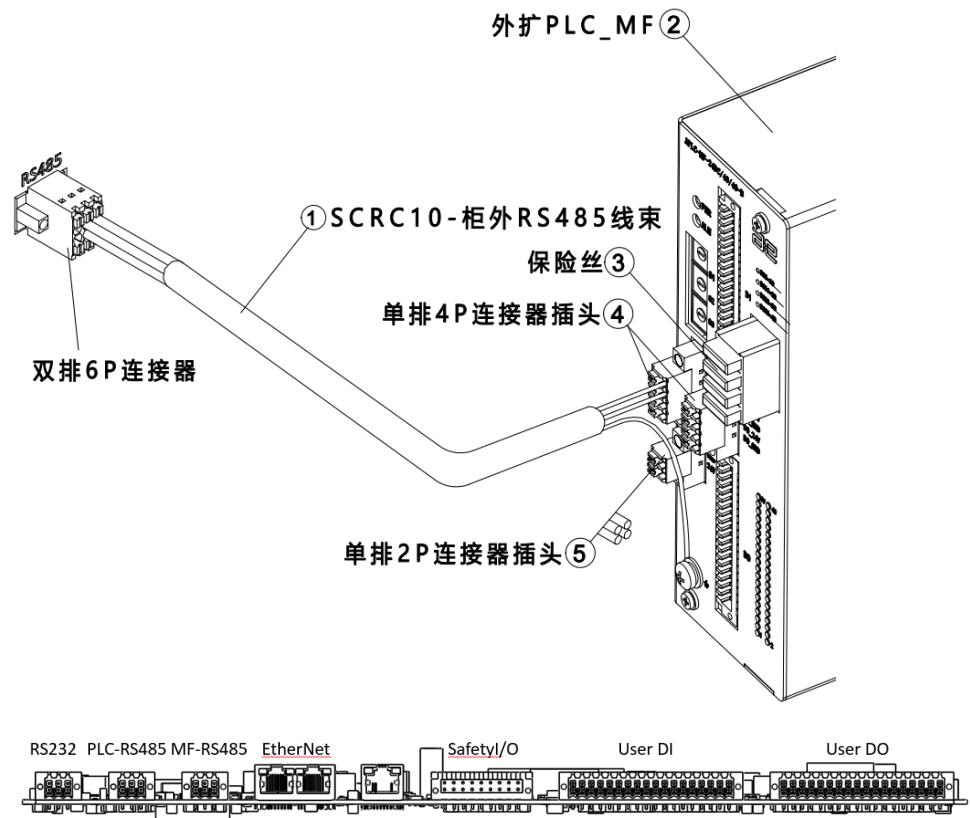

图 20-4 连接外扩 PLC\_MF
步骤2. 将① SCRC10-柜外 RS485 线束带有双排 6P 连接器的一端接在 MCBS 板上的 MF-RS485 接口（接口位置如图，打开柜门后从下向上看，左数第 3 个 6pin 连接器），将① SCRC10-柜外 RS485 线束的另一端连接到② 外扩 PLC\_MF 上，屏蔽层连接到接地处，另外两个信号线分别连接到对应于 X1 的“+”、“-”，参考图 20-4。